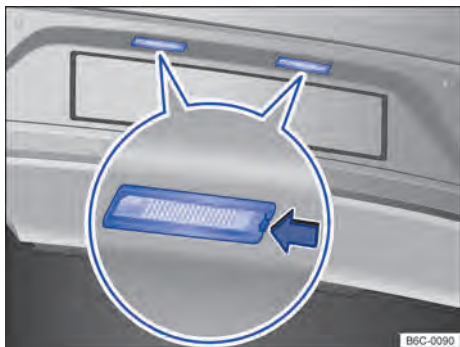

Fig. 166 No para-choque traseiro: lanterna da placa de licença.
- ❶ Observar a lista de controle e executar as ações → Página 216.
- ❷ Com o auxílio de uma chave de fenda, pressionar a trava → Fig. 166 (seta) para remover o conjunto.